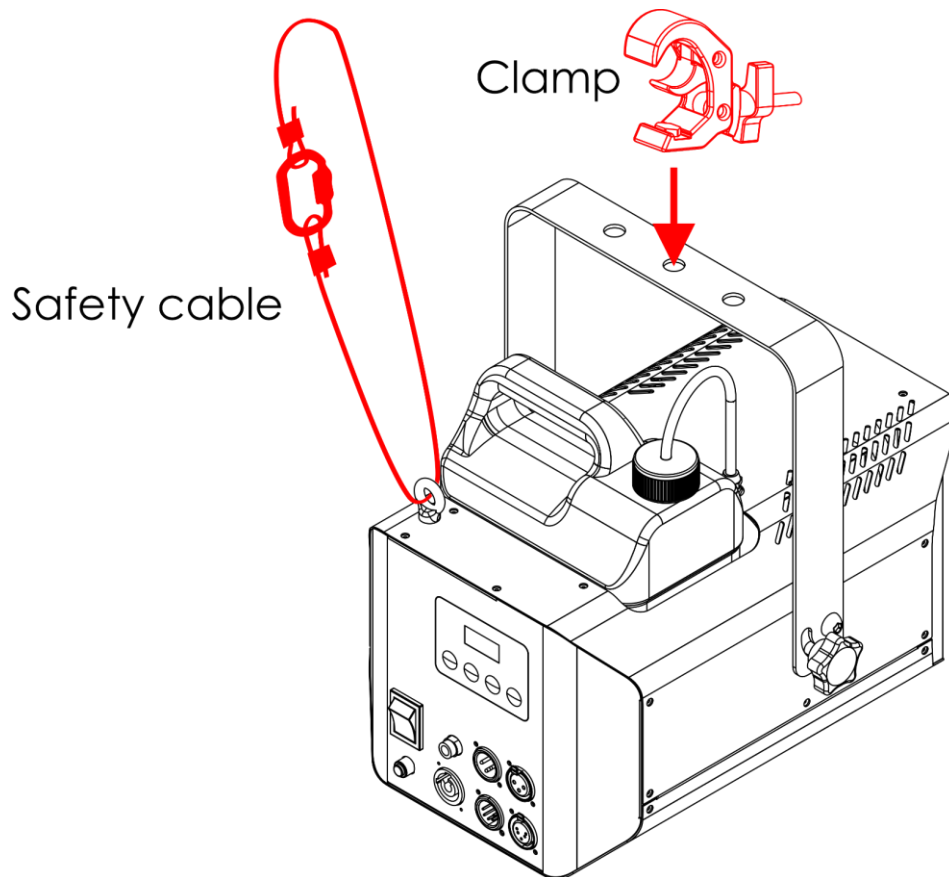

Fig. 05
- 01) Gebruik een klem om het apparaat aan de draagconstructie te bevestigen, zoals getoond in Fig. 05. Zorg ervoor dat het apparaat niet vrij kan bewegen.
- 02) Zet het apparaat vast met een secundaire ophanging, bijvoorbeeld een veiligheidskabel. Zorg ervoor dat de secundaire ophanging 10 keer het gewicht van het apparaat kan dragen. Indien mogelijk moet de secundaire ophanging worden bevestigd aan een draagconstructie die onafhankelijk is van de primaire ophanging. Steek de veiligheidskabel door het **veiligheidsoog (15)**, zoals getoond in Fig. 05.